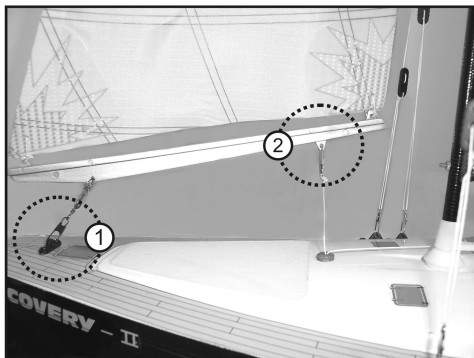

Figure 7
- Montez la voile d'avant, comme illustré sur la figure 7, n° 1, au pont du bateau à l'aide de la corde et du crochet.
- Clipsez la corde de commande à la « bôme » de la voile d'avant comme illustré sur la figure 7, n° 2.